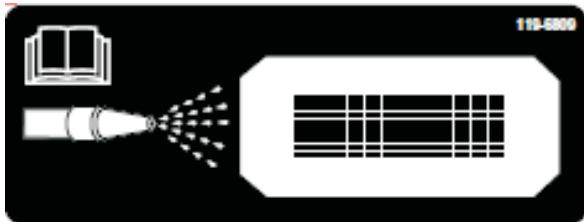
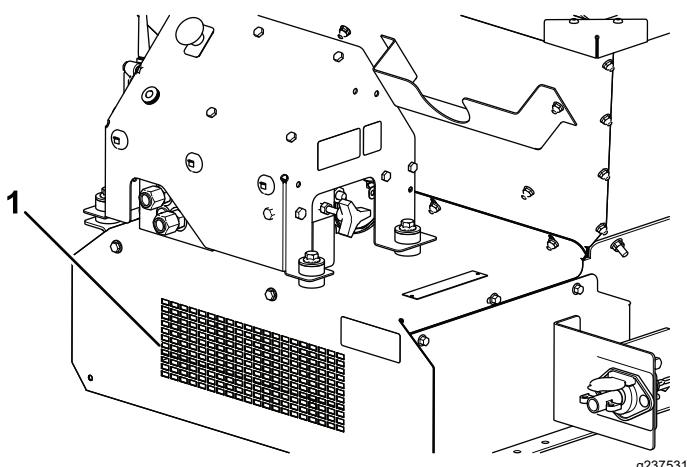

Figure 62
Figure 63
11. Trouvez l'autocollant de nettoyage sur l'avant de la machine (Figure 62) et arrosez au tuyau d'arrosage à travers la grille de protection avant jusqu'à ce que toute trace de matériau soit éliminée du panneau inférieur (Figure 63).